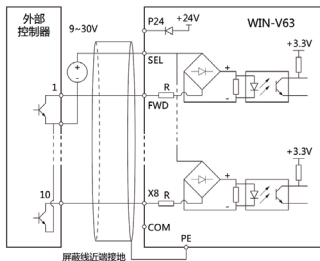

图 3-25 使用外部电源时输入信号源极连接方式
③使用外部电源的源极连接方式，如图 3-25 所示：（注意去除 SEL 与 P24 端子间的连接线）